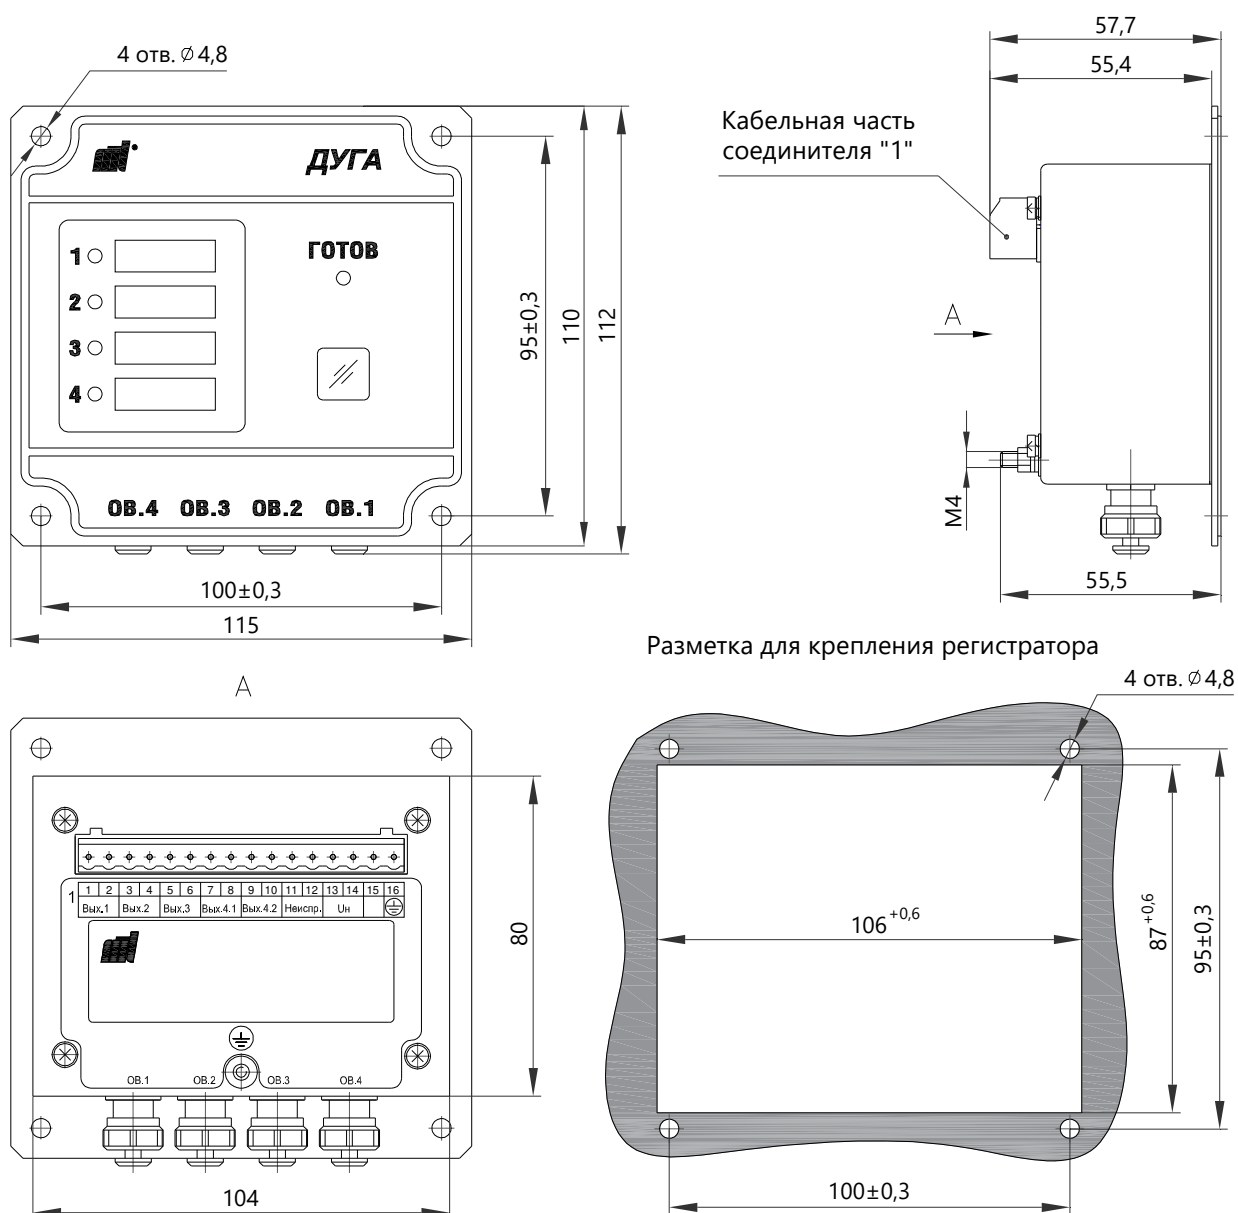

Рисунок 1 - Габаритные, присоединительные и установочные размеры регистратора
4.1 На передней панели регистратора (рисунок 1) расположены четыре светодиода с маркировкой соответствующего датчика "1" - "4" (таблица 4). Рядом с ними расположен светодиод "ГОТОВ" и кнопка КВИТИРОВАНИЕ (мнемоническое изображение "///").
6.3 Регистратор заземлить проводом сечением не менее 1,5 мм2, подключаемым к зажиму заземления с маркировкой "⊕", который установлен на тыльной стороне регистратора (см. рисунок 1).